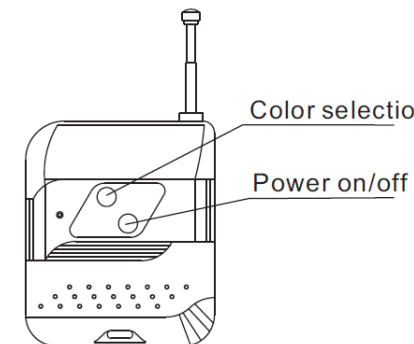

Fig 4
F. Fonctions de la télécommande radio (voir Fig. 4)